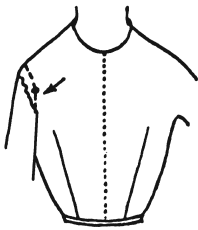

Рис. 26
- Опустите руку вдоль туловища и начните с передка лифа: вколите булавку в полотно в том месте, где рука соединяется с торсом на уровне линии ширины груди (см. пояснение к рис. 5 и 6 и стрелку на рис. 26).
• Проверьте теперь пройму спереди: она должна проходить точно в том месте, где образуется выемка между рукой и корпусом (на рис. 26 это место отмечено стрелкой). Рука расположена вдоль тела.